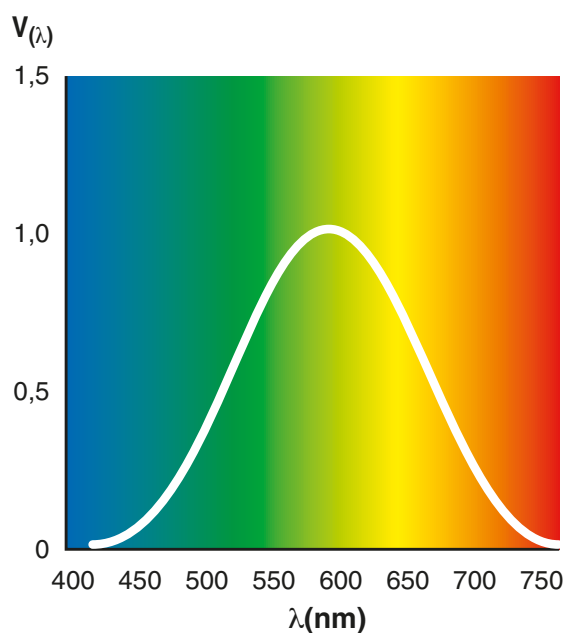

Figure 1. Sensibilité de l'œil aux différentes couleurs définies par leur longueur d'onde.
► L'œil n'est pas également sensible à toutes les radiations du spectre visible (voir figure 1). Ainsi, à énergie lumineuse égale, le jaune est plus facilement perçu que le violet ou le rouge. Le système optique de l'œil diffracte en effet de manière différente la lumière selon sa couleur ; le vert-jaune d'une image est focalisé exactement sur la rétine, la projection d'une lumière bleue se fait devant la rétine, celle d'une lumière rouge derrière la rétine.